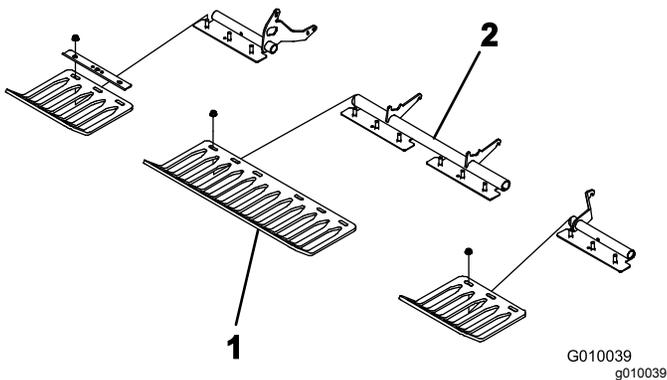

Figura 25
4. Montate le protezioni del tappeto erboso sulle relative staffe con 4 fascette delle protezioni e 12 dadi flangiati (Figura 25). Non serrare i dispositivi di fissaggio.
Nota: Le fascette delle protezioni del manto erboso e i dadi flangiati sono spediti di fabbrica fissati alle staffe (Figura 25).